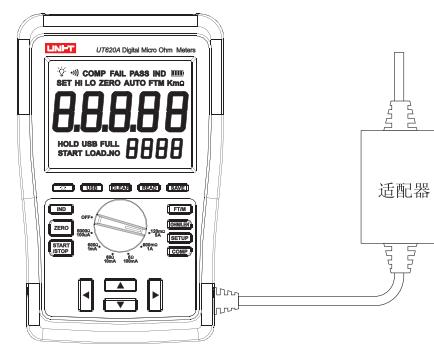

图 4
2. 将适配器输入插头插入仪表电源适配器输入插孔如图4连接。